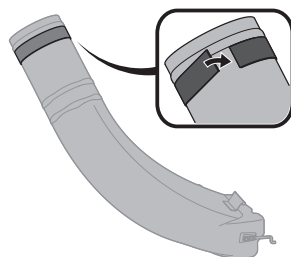

Figure 25
7. Collez l'autre bande autocollante en caoutchouc (735-05020) sur l'extrémité supérieure du coude de la goulotte. Collez la bande autocollante en l'alignant avec la bride sur l'extrémité supérieure du coude de la goulotte comme indiqué dans l'encadré de la Figure 25.